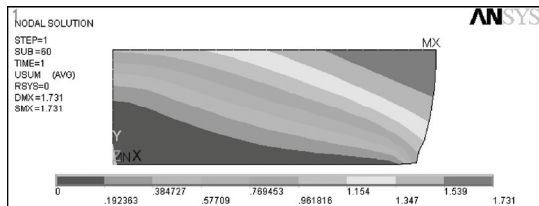

图 5-141 合位移等值线图
5) 选择 Main Menu | General Postproc | Plot Results | Contour Plot | Nodal Solu 命令, 出现 Contour Nodal Solution Data 对话框, 在 Item to be contoured 列表框中选择 Nodal Solution | DOF Solution | Displacement vector sum, 单击 OK 按钮, ANSYS 窗口将显示如图 5-141 所示的合位移等值线图。